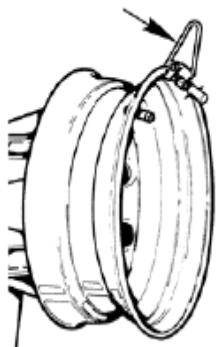

Рис.24
1. Обильно смажьте внутреннюю поверхность диска и края бортов шины. Присоедините монтажный зажим (Рис.24) к наружному краю диска соблюдая положения вентиля «11 часов» и зажима «12 часов».